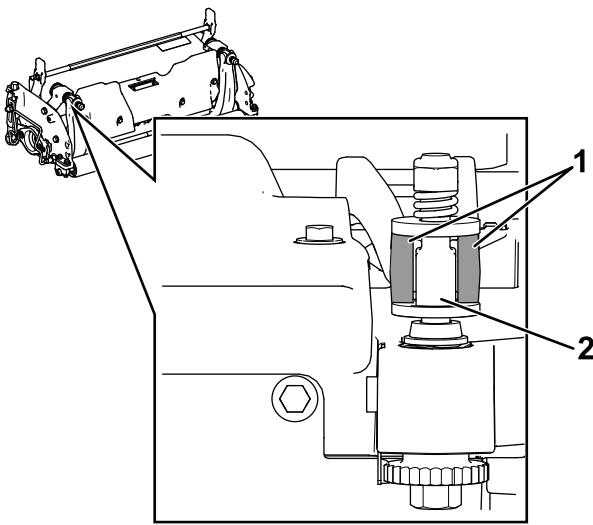

Figura 26
- Instale el conjunto de barra de asiento/contracuchilla, colocando las pestañas de montaje entre las arandelas y el tornillo de ajuste de la barra de asiento(Figura 26).
Importante: Centre los mecanismos de ajuste DPA en las pestañas de la barra de asiento, como se muestra en la Figura 26.